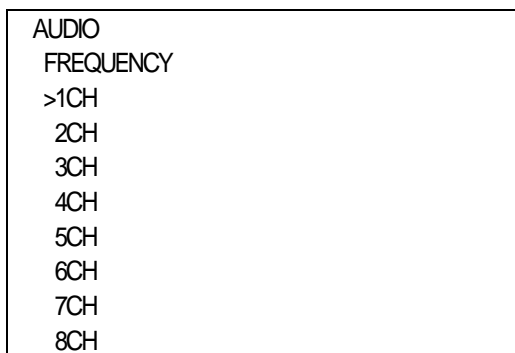

図4-32 オンスクリーンメニュー (FREQUENCY例)
- 1)AUDIOメニューで「FREQUENCY」を選択し、**ENTER**ボタンを押すと図4-32のような設定メニューが表示されます。